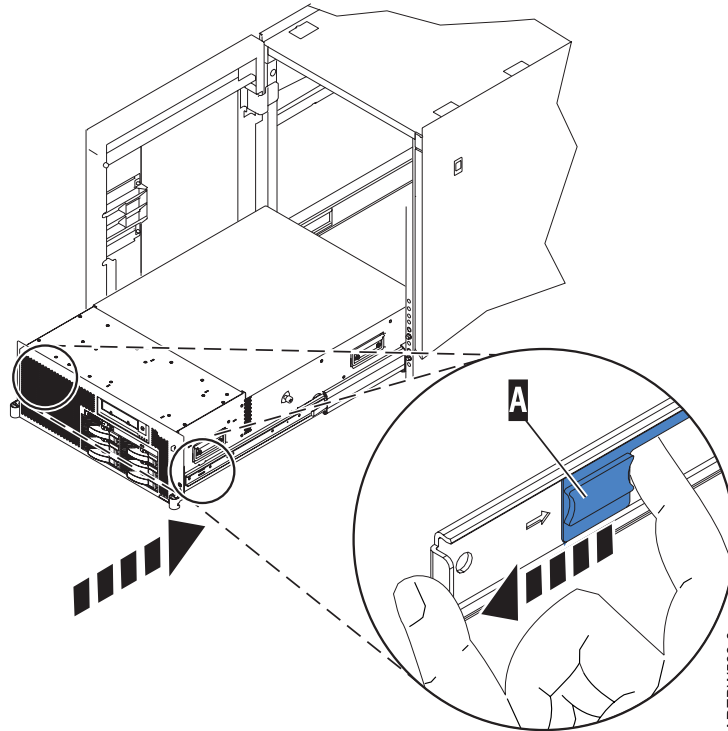

Figure 34. Guide intérieur étendu
10. Dès que le système est solidement en place, appuyez simultanément sur les taquets de sécurité et poussez l'unité centrale dans l'armoire, comme indiqué dans figure 34, à la page 44.